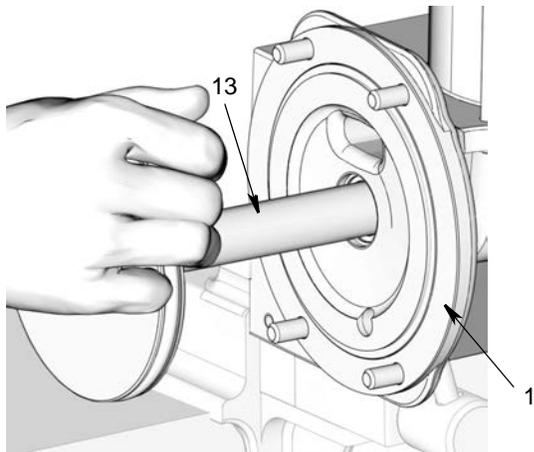

图 49
- f. 在活塞杆 (13) 的周围和沿着整个长度涂抹薄薄一层滑脂。使用推的动作将活塞杆轻轻推入泵底座 (1)，转动使杆穿过先前安装的密封和垫片 (图 49)。